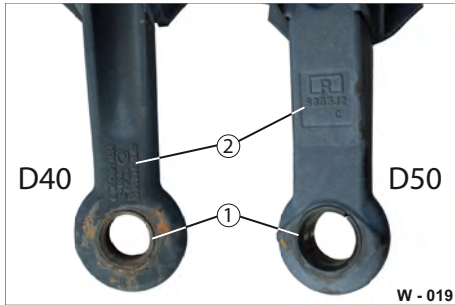

Abb. 19 Zugösen schmieren / Verschleißprüfung
- ▶ Fetten Sie die Verschleiß-Buchse (Abb. 16/1) und den abgerundeten Bereich der Zugöse (Abb. 19/2) mit Langzeit-Hochdruckfett.